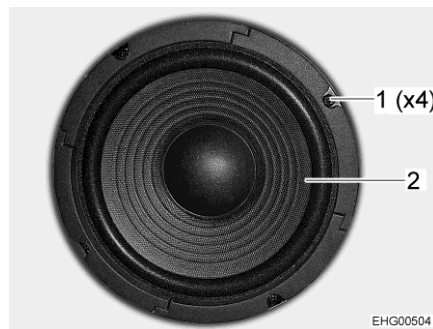

Fig. 108 Haut-parleur sur les modèles I
- Dévisser 4 vis (Fig. 108,1) et retirer avec précaution le haut-parleur (Fig. 108,2).